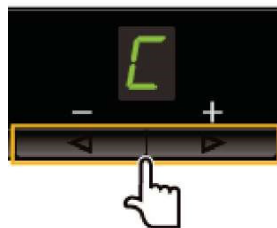

Рисунок 2.15 – Вибір режиму очищення пристрою фіксації
3.) Продовжуйте натискати кнопки, доки на дисплеї не з'явиться «С» (див. рис. 2.15);